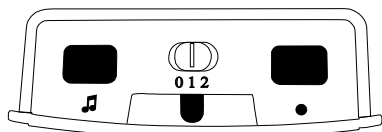

Figure 2 : Face supérieure
À l'aide de l'interrupteur coulissant de sélection du signal (fig. 2 « 0 1 2 »), vous pouvez choisir le type de signalisation. Veuillez noter que les symboles sont toujours éclairés par des diodes électroluminescentes de couleur.
- Appuyez longuement sur la touche »•« (fig. 2). Les symboles s'allument les uns après les autres. Relâchez la touche dès que le symbole souhaité s'allume.
- c) Appuyez pendant 2 secondes sur le bouton de sélection de la mélodie «» (fig. 2). Relâcher le bouton et réappuyez sur le bouton de sélection de la mélodie aussi souvent jusqu'à ce que vous ayez trouvé la séquence de son que vous souhaitez (16 séquences de sons au choix).